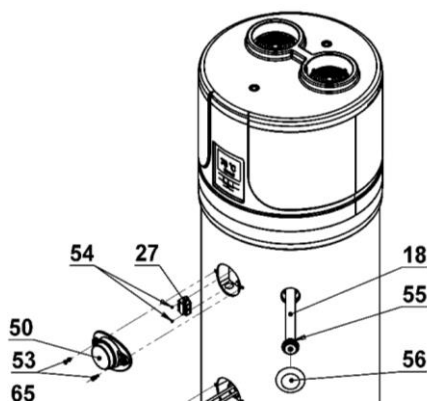

Fig. 14
10.1. Resetarea termostatului de protecție 27 (Fig.14)
- Dați jos (Demantați) panoul decorativ superior deșurubând șuruburile de fixare corespunzătoare (Fig. 14).;
- Apăsăți manual butonul termostatului de siguranță până când auziți un sunet (Fig. 14).
10.4. Anodi de magneziu 18. (Fig. 14)